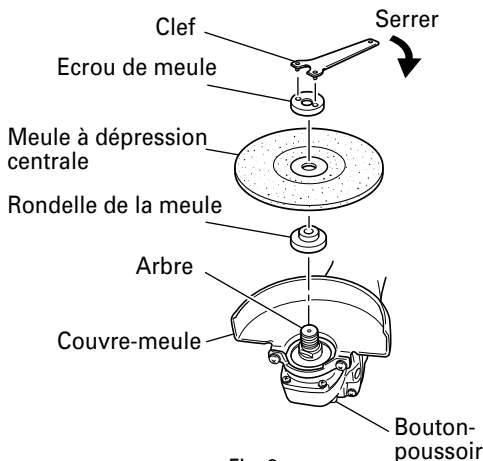

Fig. 8
- Vérifier le bouton-poussoir. S'assurer que la bouton-poussoir n'est pas engagée appuyant dessus deux ou trois fois avant de mettre la meuleuse en marche. (Fig. 8)
- Tout en poussant sur la bouton-poussoir avec une main, verrouiller l'arbre en tournant doucement la meule à dépression centrale avec l'autre main. Serrer l'écrou de meule en utilisant la clef fournie comme montré sur la Fig. 8.